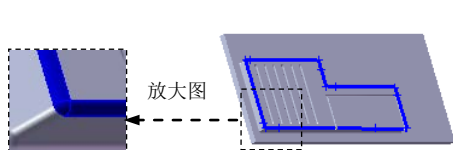

图 17.7.34 创建圆角 4
Step18. 创建图 17.7.34 所示的圆角 4。选择下拉菜单 **插入(I)** → **特征(F)** →